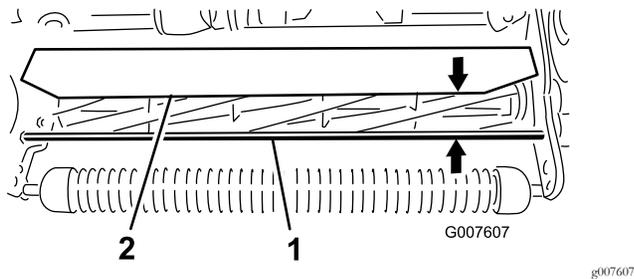

図 52
1. 前サポートロッドの上面からシールドの前リップまでの距離をカッピングユニットの両端で測定する 図 52。